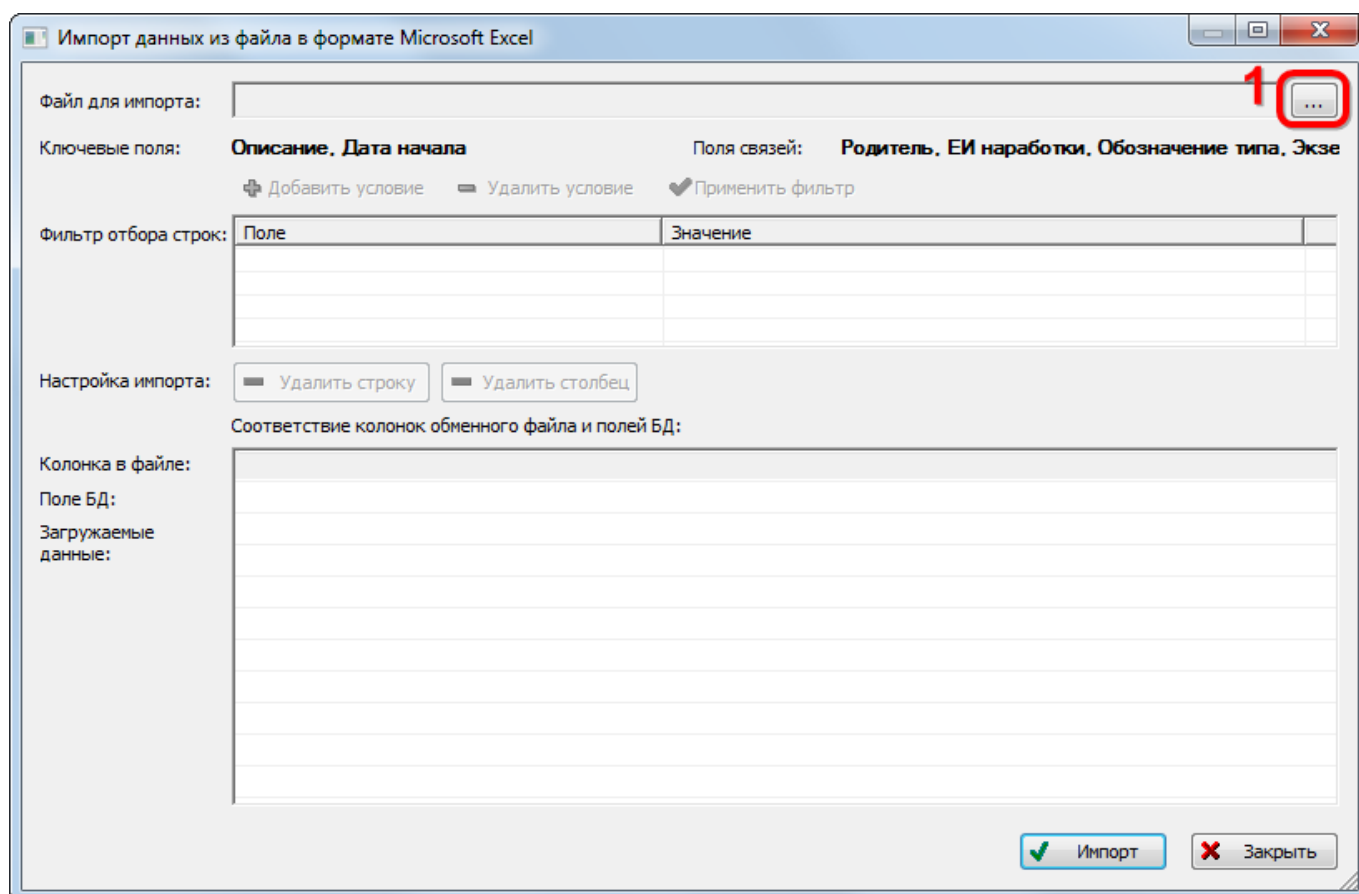

Рис. 25-52 – Окно импорта из файла Excel
3) В результате откроется окно «Импорт данных из файла в формате Microsoft Excel» (рис. 25-52). Описание назначения полей данного окна приведено в пункте 5.4.6 «Панель «Импорт/экспорт»», стр. 61.
4) Нажать кнопку «Выбрать файл на локальном диске» (1 на рис. 25-52). Откроется стандартное диалоговое окно «Открыть» – выбрать в нем нужный файл и нажать кнопку «Открыть».